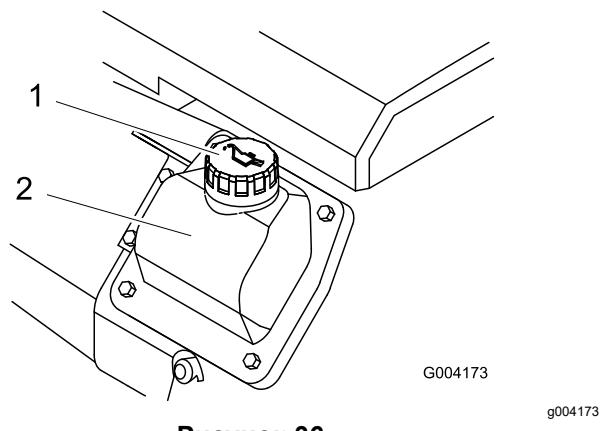

Рисунок 36
- В случае низкого уровня масла очистите область вокруг крышки заливной горловины и снимите крышку (Рисунок 36).
- Снимите крышку маслозаливной горловины (Рисунок 36) и медленно залейте примерно 80% от указанного количества масла через крышку клапана.